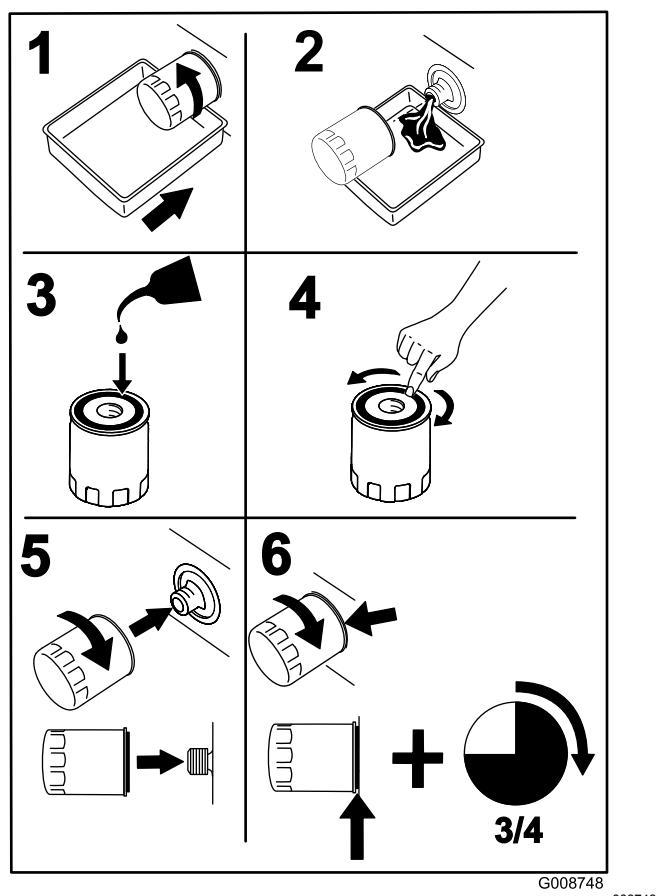

Figura 71
8. Collocate una bacinella di spurgo sotto il filtro del collettore (**Figura 71**).